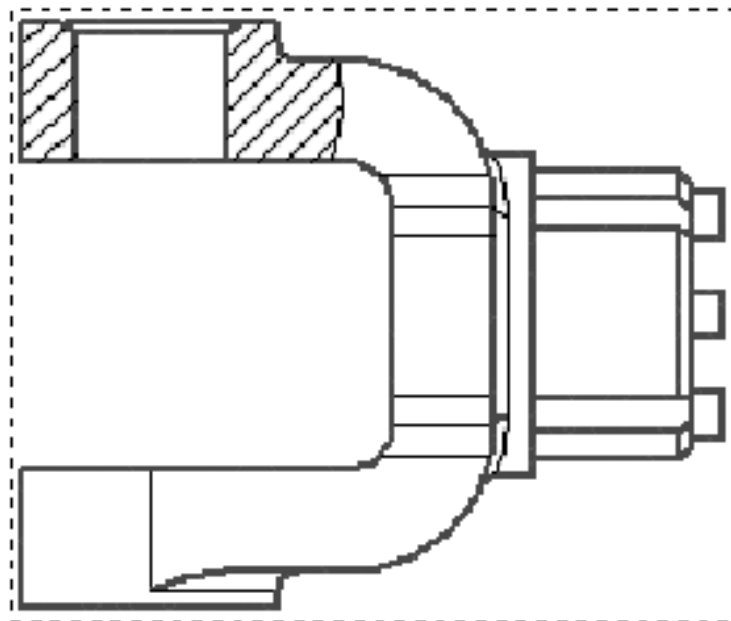

Рисунок 68.
7. На главном виде чертежа система построит местный разрез (рис. 68)